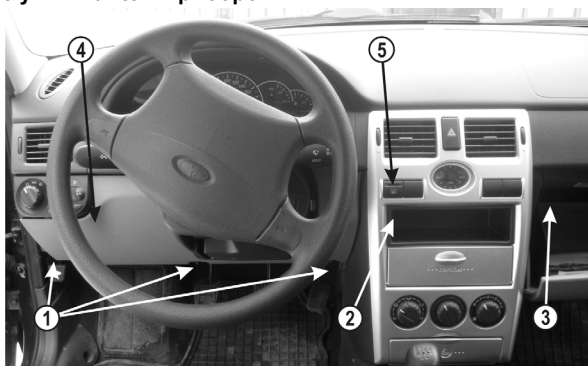

Рис.1 Вид на панель приборов.
ВНИМАНИЕ! Перед установкой тщательно изучите данную схему (см. **Рис.1**).
4.1 Поверните на 90° три замка (поз.1, **рис.1**)
(поз.4, **рис.1**) блока предохранителей.
4.2 Извлеките контейнер (поз.2, **рис.1**) или выньте автомагнитоу, отсоединив колодки.
4.3 Извлеките кнопку (поз.5, **рис.1**) выключателя обогрева заднего стекла.